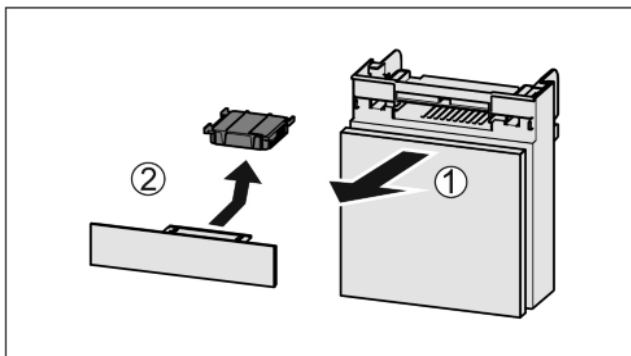

Fig. 44
- ▶ Trekk ut Fig. 44 (1) hyllen fremover.
- ▶ Ta ut Fig. 44 (2) aktivkullfilteret.